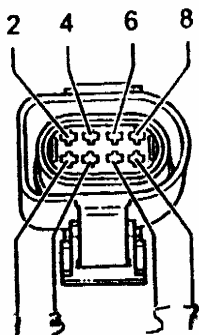

图 3-19 节气门控制部件的插头
(4) 显示区域 3 中运行状态应显示为怠速 (Idling)，慢慢开启节气门，在怠速行驶后达到一个极限点，进一步开启节气门，显示应跳到部分负荷 (Part throttle)。如果显示不正常，可能的原因有同接地短路、同正极断路或短路。
(5) 拔下节气门控制部件的八针插头，如图 3-19 所示。